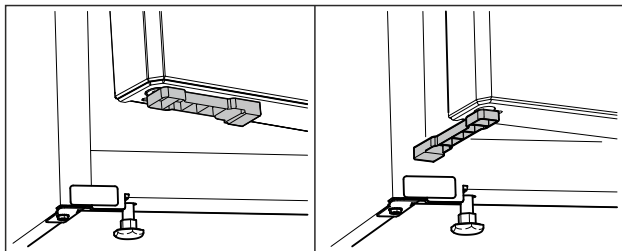

Fig. 83 *
- ▶ Rotiți distanțierul ușii cu 90°. (vezi Fig. 83) *